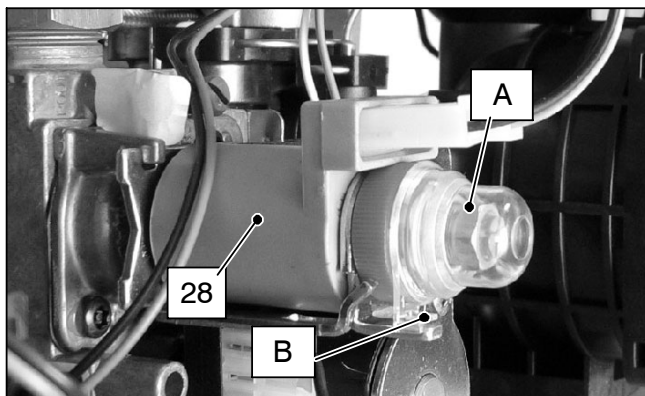

fig. 7.2
- 7 Rimuovere il cappuccio di protezione "A" dell'operatore modulante 28 in fig. 7.2 ruotandolo in senso orario per liberarlo dal fermo "B" e facendo leva con un cacciavite piatto nella scanalatura.
13 Rimontare il cappuccio di protezione "A" fig. 7.2